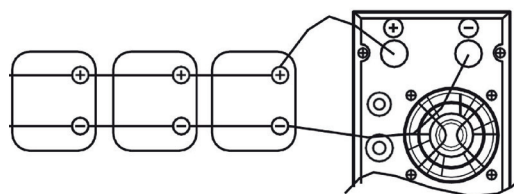
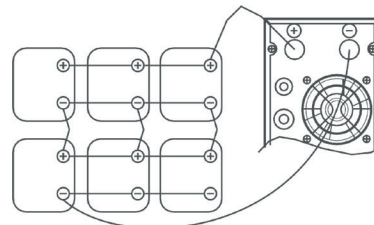

Рисунок 3. Подключение модели 600
Рисунок 4. Подключение модели 2000
2.) Параллельное и последовательно параллельное подключение нескольких аккумуляторов (см. Рисунок 3 и Рисунок 4):